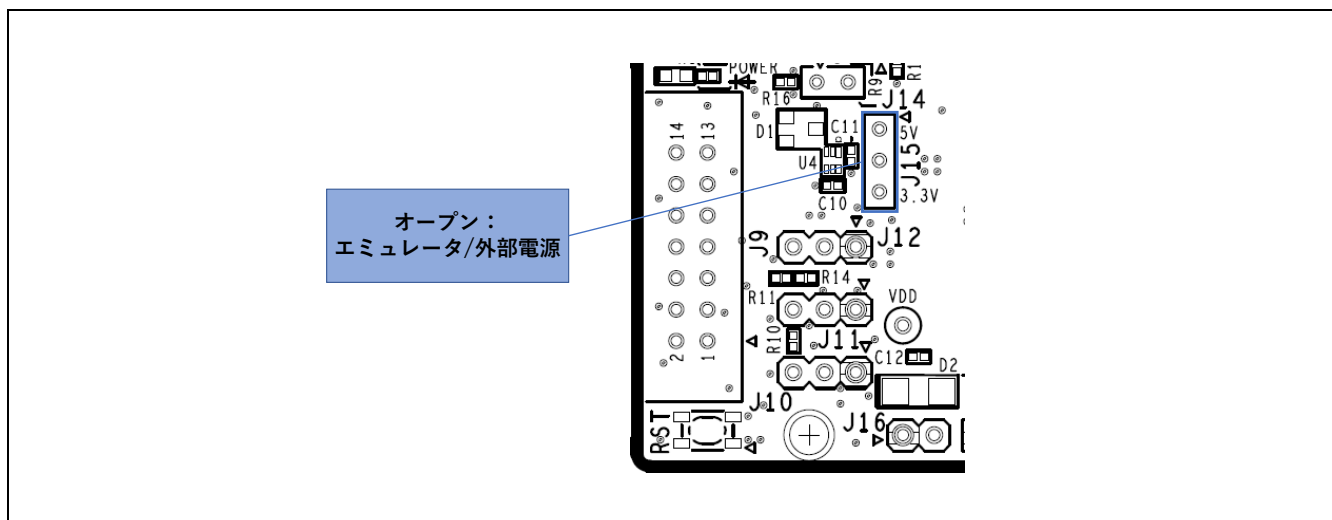

図 5-7: エミュレータ/外部電源使用時のヘッダ設定(部品面)
- J15 オープン : エミュレータ/外部電源供給を選択。(図 5-7)